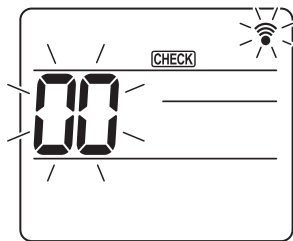
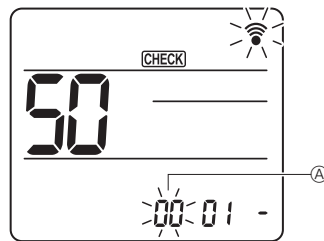
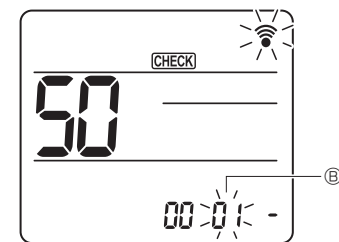
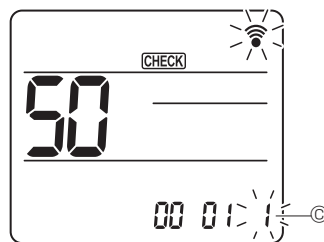

Fig. 7-16
Fig. 7-17
Fig. 7-18
Fig. 7-19
7.4.2. Mediante el mando a distancia inalámbrico (Fig. 7-16, Fig. 7-17, Fig. 7-18, Fig. 7-19)
- ① Vaya al modo de selección de función
(Inicie esta operación con la pantalla de estado del mando a distancia apagada). [CHECK] (COMPROBAR) se ilumina y "00" parpadea. (Fig. 7-16)
- ② Configuración del número de unidad
Pulse el botón [50] para seleccionar el número de unidad ②. (Fig. 7-17)
- ③ Seleccione un modo
Pulse el botón [50] para seleccionar el número de modo ③. (Fig. 7-18)
- ④ Seleccionar el número de ajuste
Utilice el botón [50] para cambiar el número de ajuste ④. (Fig. 7-19)